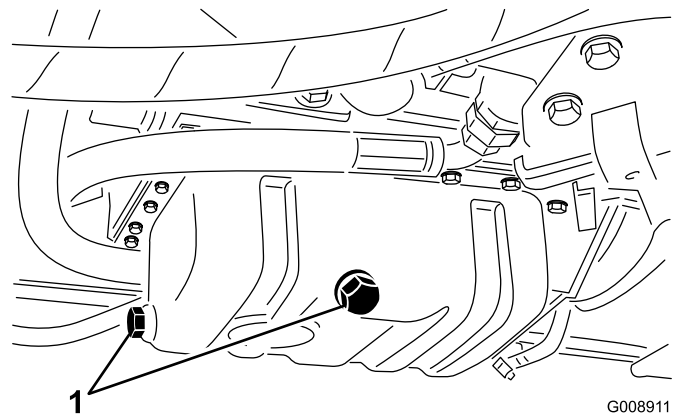

図 45
- ドレンプラグ (図 45) の片方を外し、排出されるオイルを廃油受け容器に回収する。オイルが抜けたらドレンプラグを取り付ける。